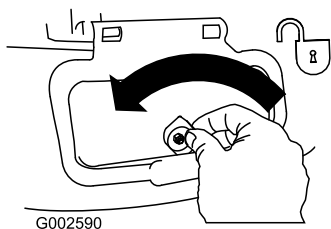

Figura 28
1. Desbloquee la puerta de descarga lateral (**Figura 28**).